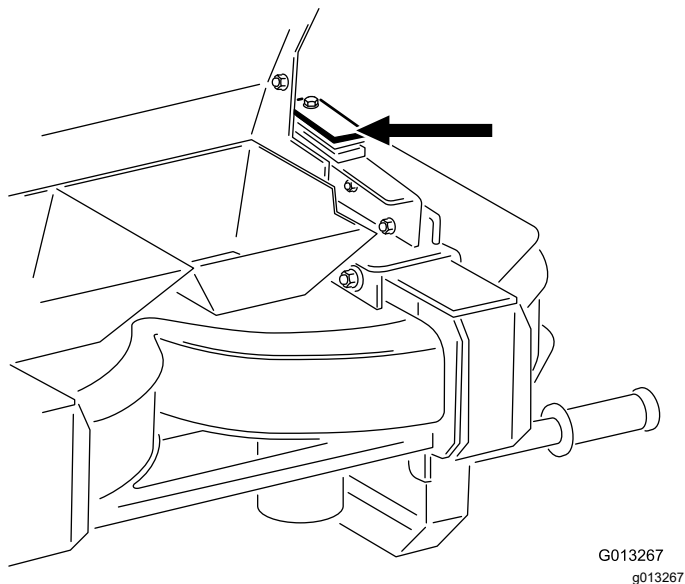

図 2
1. 同じトップドレッサでツインスピナーを使う場合は、**図 2**に示すように、上部のプラスチックスペーサ ($\frac{3}{8}$ ") と金属スペーサ ($\frac{1}{4}$ ") を取り外し、代わりに、キットに付属しているプラスチックスペーサと金属スペーサを取り付ける。これにより、先に取り付けたサイドレールプレートを取り付けたままで、ツインスピナーもコンベアも利用できるようになる。